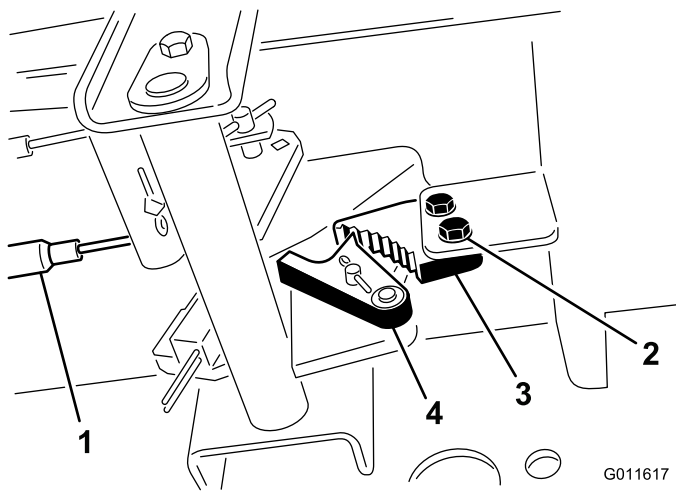

图66
- 松开将驻车刹车闸固定到机架的 2 个螺钉（图66）。
- 向前踩驻车刹车踏板，直到刹车卡槽完全接合刹车闸（图66）。